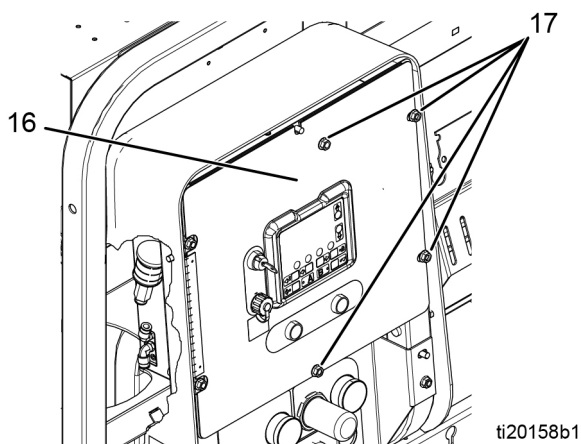

ABB. 3
2. Entfernen Sie die vier Muttern (21) und dann die vorderen und hinteren Abdeckungen (19, 20).
3. Vier Muttern (17) ausbauen; zwei Muttern auf der linken Seite des Bereiches angezogen lassen. Die vordere Platte der Steuertafel öffnen (16). Siehe ABB. 3.